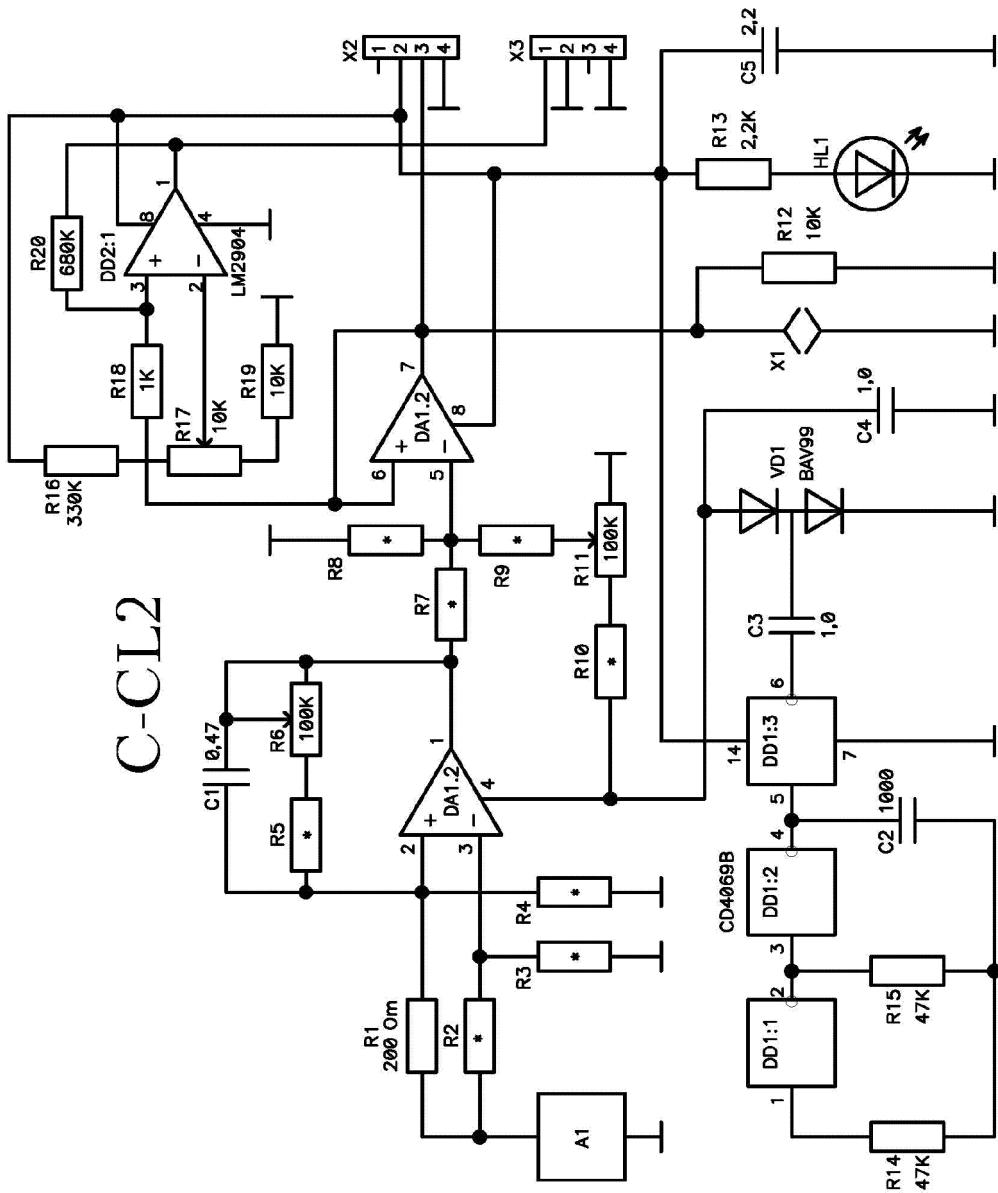

рис.2
- Плата для двухэлектродного электрохимического сенсора (маркировка «С-CL2») – используется в ГС «Агат», «Астра», «Хмель», «Хвош» с сенсорами Е-2 производства Украины, в ГС «Мак» с сенсором производства фирмы Sixth Sense, а также в ГС «Клевер». Принципиальная схема показана на рис.2, расположение элементов – на рис.2а.
рис.2а